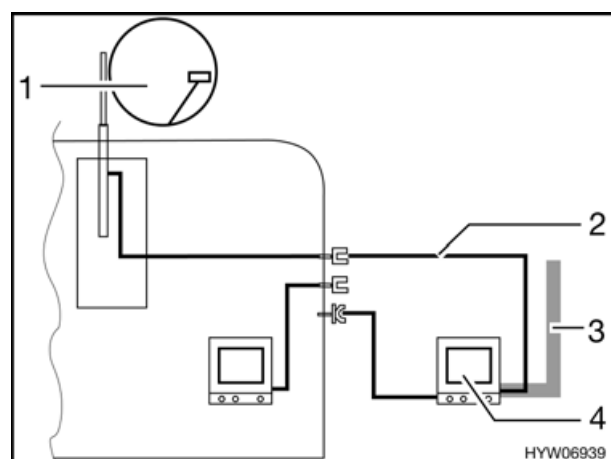

Fig. 67 TV nella veranda
- TV nella veranda (Fig. 67,4): collegamento all'antenna del tetto (Fig. 67,1) con cavo di collegamento (Fig. 67,2).
- TV nella veranda (Fig. 67,4): collegamento a antenna esterna (Fig. 67,3).